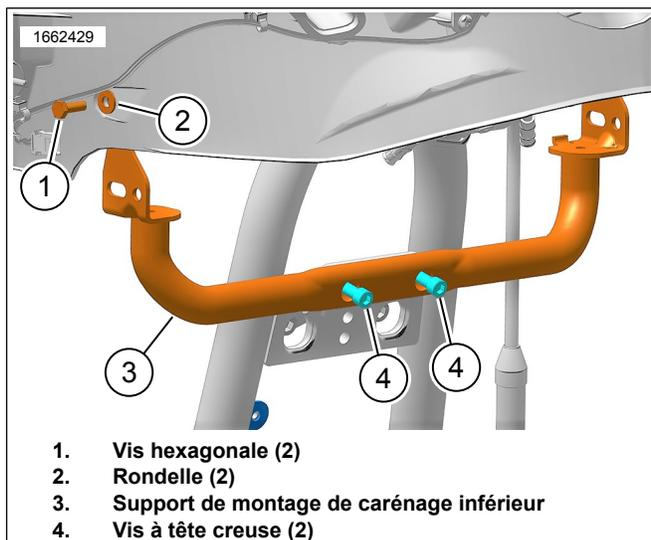

Figure 3. Support de montage de carénage inférieur d'origine
- a. Voir la figure 3. Retirer la vis hexagonale (1) et la rondelle (2) des deux côtés du support de montage du carénage inférieur (3). Conserver la rondelle (2) pour une utilisation ultérieure.
- b. Retirer les vis à tête creuse hexagonale (4).
- c. Retirer et éliminer le support de montage de carénage inférieur (3).